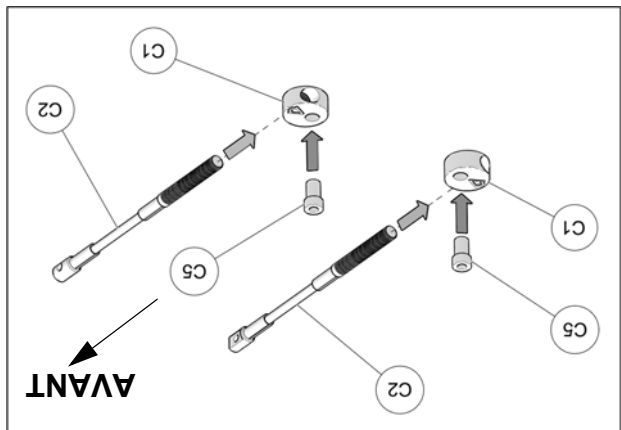

Fig. 22
11. Assembler les câbles des limiteurs de conduite (C2), les disques en aluminium (C1) et les bagues espaces (C5) tel que montré à la Fig. 22